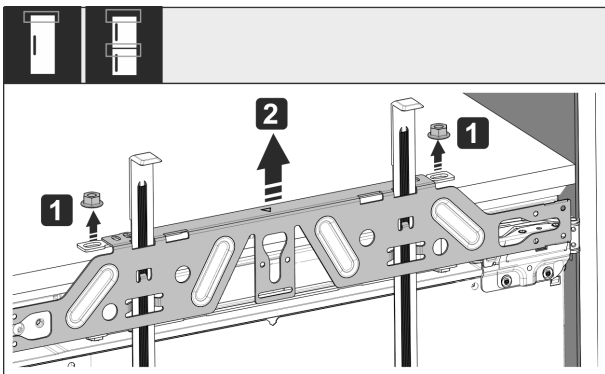

Fig. 54
- ▶ Otpustite protumatice Fig. 54 (1).
- ▶ Skinite Fig. 54 (2) pričvrсну poprečnu letvicu.